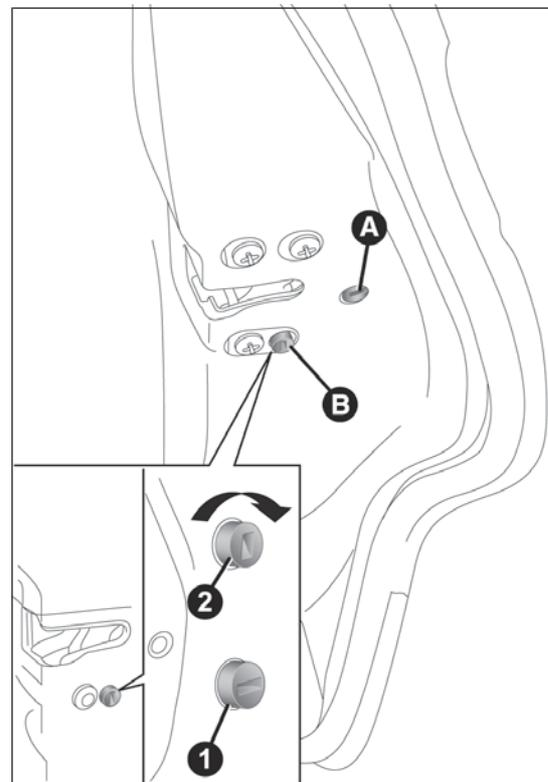
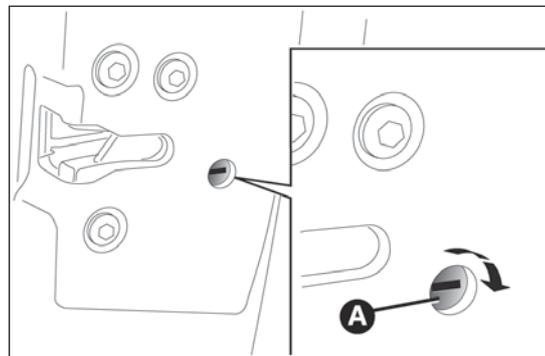

fig. 75
fig. 76
El dispositivo A fig. 75 sólo puede activarse con las puertas abiertas:
- introducir la pieza metálica de la llave de contacto en el alojamiento A fig. 76 (puerta delantera del lado del pasajero) o B fig. 75 (puertas traseras) ;